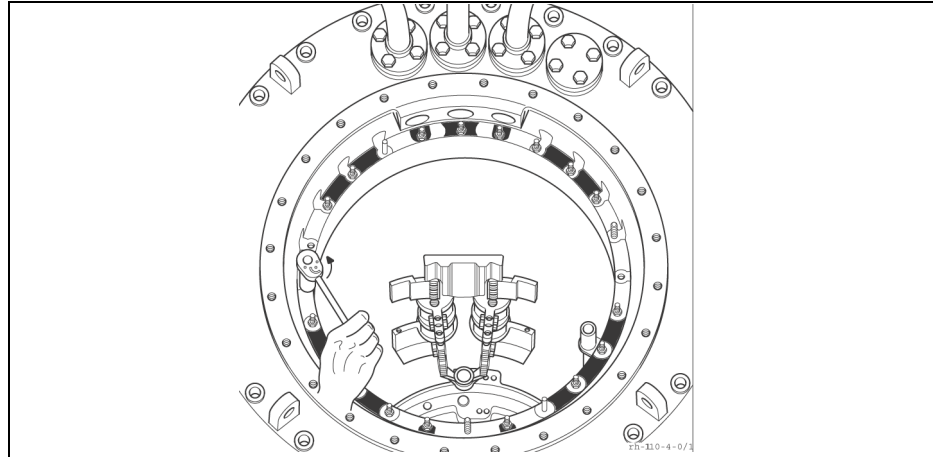

图 25 固定分接开关头
6. 将分接开关头固定在没有被切换开关芯子的底板遮盖的红色标记区域内（图 25，第 5.3 章）。